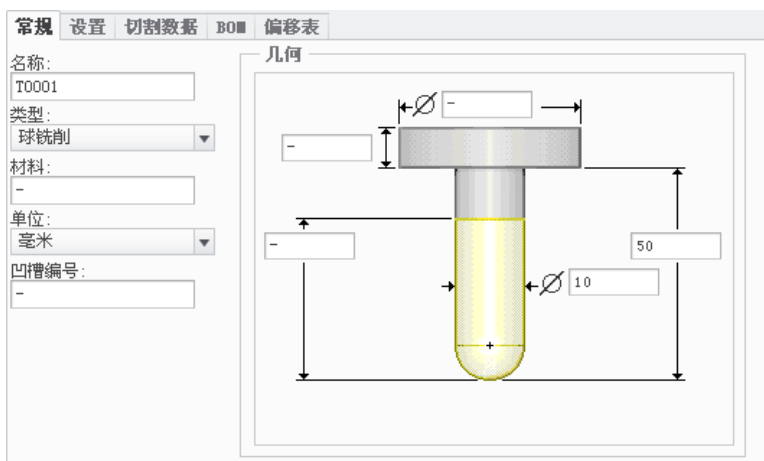

图 3.5.4 设定刀具一般参数
Step3. 在弹出的“刀具设定”对话框中的  常规 选项卡中设置图 3.5.4 所示的刀具参数, 设置完毕后依次单击  应用 和  确定 按钮, 返回到“铣削工作中心”对话框。